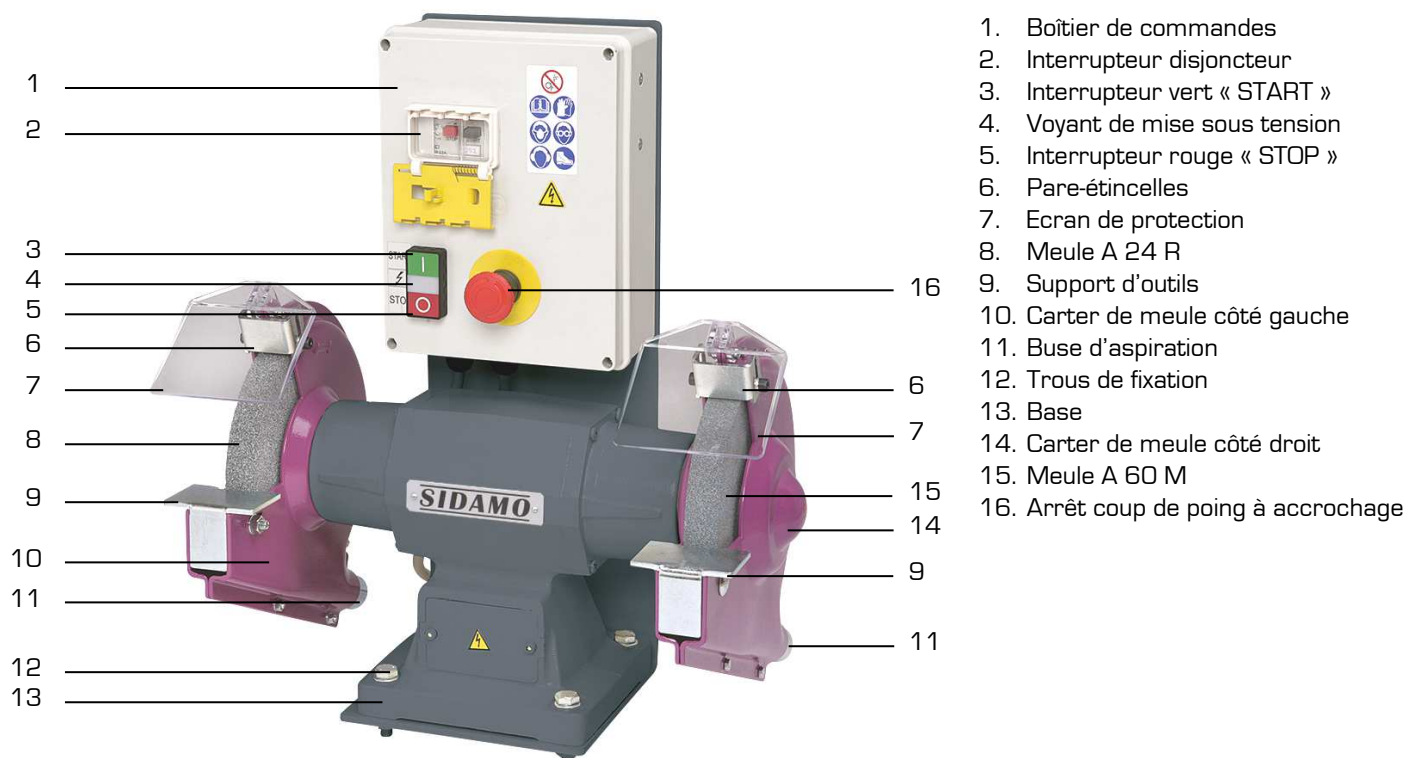

Figure 1
3. Fixer le touret sur le socle ou sur l'établi en introduisant 4 vis (M6) dans les trous (12 fig.1) puis les bloquer fermement au moyen d'écrous appropriés.
1. Extraire du sachet contenu dans l'emballage les écrans de protection (7 fig.1) puis les fixer sur les carters (10 et 14 fig.1).
3. Régler les pare-étincelles (6 fig.1) à **5 mm** au maximum du bord périphérique de la meule.
4. Régler les supports d'outils (9 fig.1) à **2 mm** au maximum du bord périphérique de la meule.
5. Appuyer sur l'interrupteur disjoncteur « 1 » (2 fig.1) pour la mise sous tension.
6. Le voyant (4 fig.1) indique la mise sous tension du touret.
7. Désenclencher l'arrêt coup de poing à accrochage (16 fig.1), si nécessaire.
8. Appuyer sur l'interrupteur vert « START » (3 fig.1) pour la mise en fonction du touret.
9. Approcher progressivement la pièce à meuler au contact de la meule, en vous appuyant sur le support d'outils (9 fig.1).
- Appuyer sur l'interrupteur rouge « STOP » (5 fig.1) pour arrêter le fonctionnement du touret.
- Appuyer sur l'arrêt coup de poing à accrochage (16 fig.1) pour arrêter le fonctionnement du touret en moins de 5 secondes, grâce au frein moteur électrique.